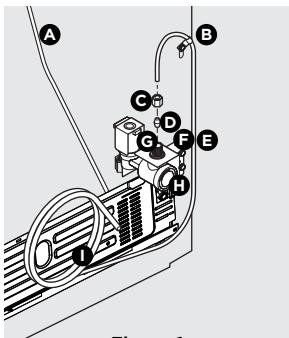

Figura 1
- 4. Si utiliza tubos de cobre** - Deslice la tuerca de compresión metálica, seguida del casquillo (manguito), en la tubería de suministro de agua. Encaje la tubería de suministro de agua en el grifo (6,4 mm). Deslice el casquillo (manguito) en la toma del grifo y apriete la tuerca de compresión en el grifo de forma manual. Luego utilice una llave para darle otra media vuelta, pero SIN apretarla en exceso. Consulte la Figura 1.